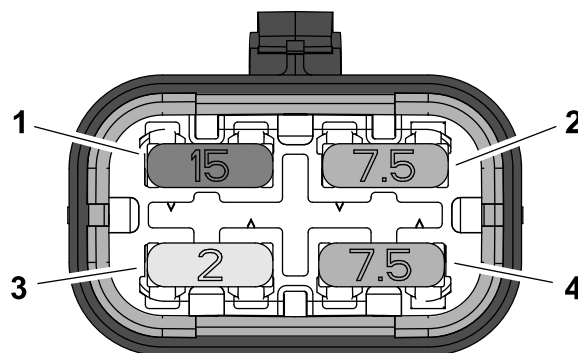

Figura 43
3. Introduzca un fusible nuevo en el zócalo del bloque de fusibles (Figura 43).